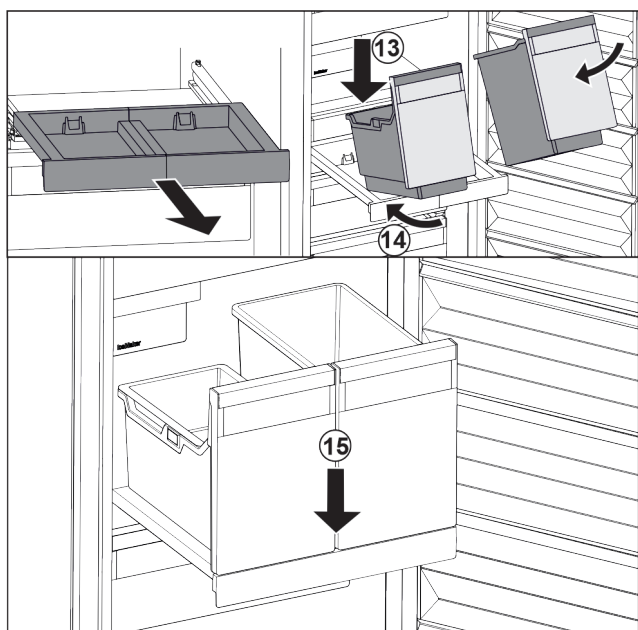

Fig. 110
- ▶ Sätt på behållaren i vinkel på utdragshyllan. Fig. 110 (13)
- ▶ Skjut in behållaren i vinkel så långt det går. Fig. 110 (14)
- ▶ Sätt ned behållaren framtill. Fig. 110 (15)